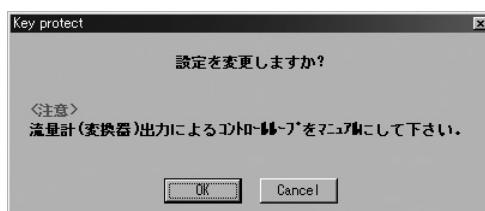

図94
- ③ 図94のようなメッセージボックスが現れますので、キー操作状態を変更する場合は「OK」をクリックしてください。